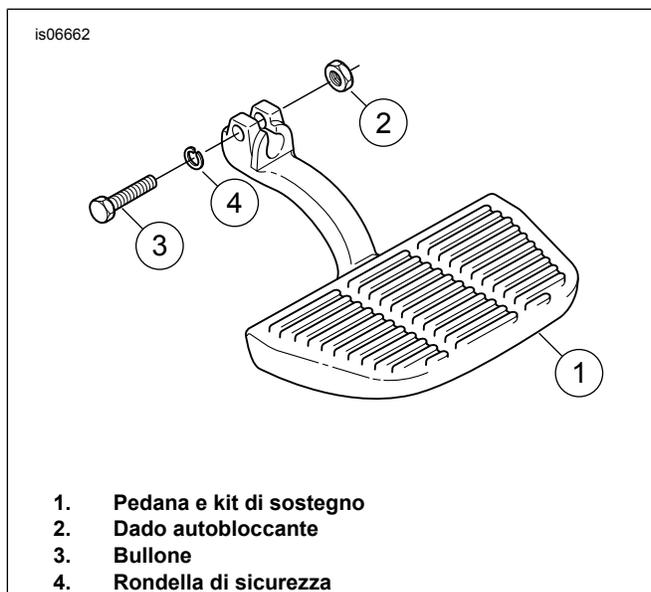

Figura 8. Gruppo della pedana del passeggero - Modelli 1992 e versioni precedenti e accessori delle pedane
- a. **Veicoli modello 1992 e versioni precedenti e accessori delle pedane:** Vedere la figura 8. installare ogni pedana e gruppo del coperchio (1) nella posizione originale sui prigionieri di montaggio, allineando i fori dei bulloni con la scanalatura lavorata nel prigioniero. Fissare ogni pedana usando un dado autobloccante (2) e il bullone(3) o rimuovendo un bullone (3) e la rondella di sicurezza (4) (a seconda del tipo di supporto della pedana). Serrare il dado a 14 N·m (10 ft-lbs).